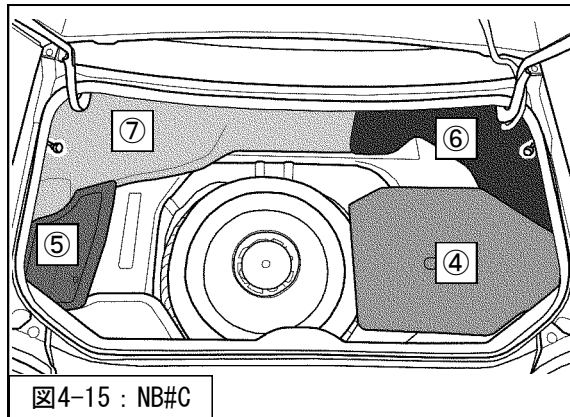

図4-15 : NB#C
15. ⑦トランクサイドトリムLを車両に取付けてください。(図4-15)
19. ⑤ポケット
④トランクボードを取付けてください。(図4-15)